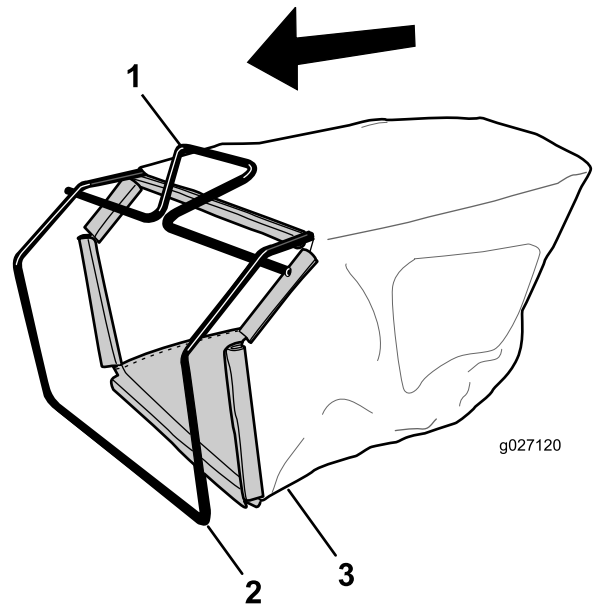

Figura 9
1. Infilate il cesto di raccolta sopra il telaio come illustrato in Figura 9.
Nota: Non infilate il cesto sopra la maniglia (Figura 9).